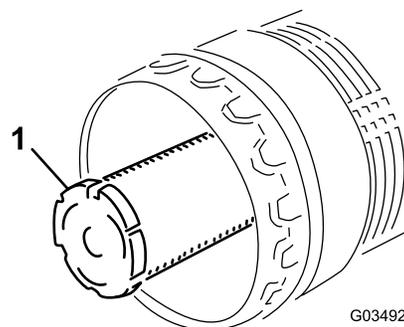

Рисунок 92
**Примечание:** Заменяйте фильтр тонкой очистки через каждые три обслуживания фильтра грубой очистки (Рисунок 92).